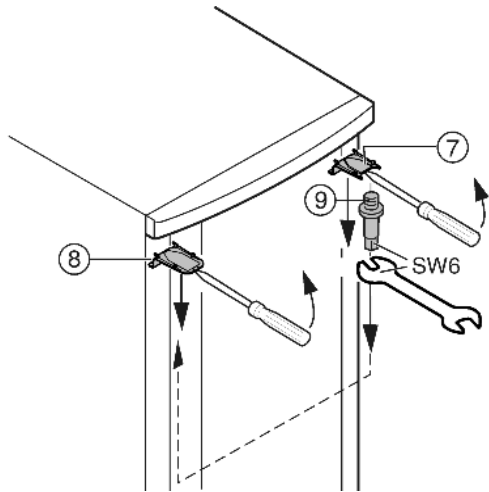

Fig. 7
- ▶ Faire déclipser le cache Fig. 7 (7) en haut et le cache Fig. 7 (8) avec un tournevis devant et l'enlever diagonalement vers le bas.
- ▶ Dévisser le pivot d'appui Fig. 7 (9) et le visser du côté opposé (**avec 4 Nm**).
- ▶ Remonter le cache Fig. 7 (7) du côté du pivot d'appui : l'insérer par l'arrière et l'encliquer sur l'avant.
- ▶ Monter le cache Fig. 7 (8) sur le côté opposé : l'insérer par l'arrière et l'encliquer sur l'avant.
- ▶ Accrocher la porte dans le pivot d'appui Fig. 7 (9) supérieur.